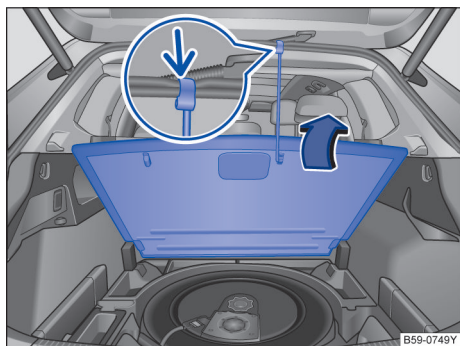

图 196 行李厢内：向上翻起行李厢地板
- 将行李厢地板挂钩挂在上面的卡凸→图 196（放大图）固定住为止。
- 打开时，用手抓住行李厢地板内的槽形拉手，将行李厢地板挂钩挂在上方的卡凸→图 196（放大图）固定住为止。